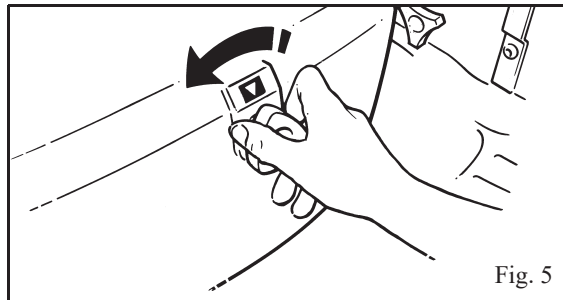

Fig. 5
**Nødsenkeknapp:-** Dette kan brukes i tilfelle en hovedkontrollfeil. Hvis håndkontrollen eller kontrollpanelet ikke får løfteren til å virke mens pasienten fremdeles er støttet i seilet, kan pasienten likevel senkes med nødsenkeknappen på høyre side av hoveddekselet. En etikett over bryteren. (Se Fig. 5)